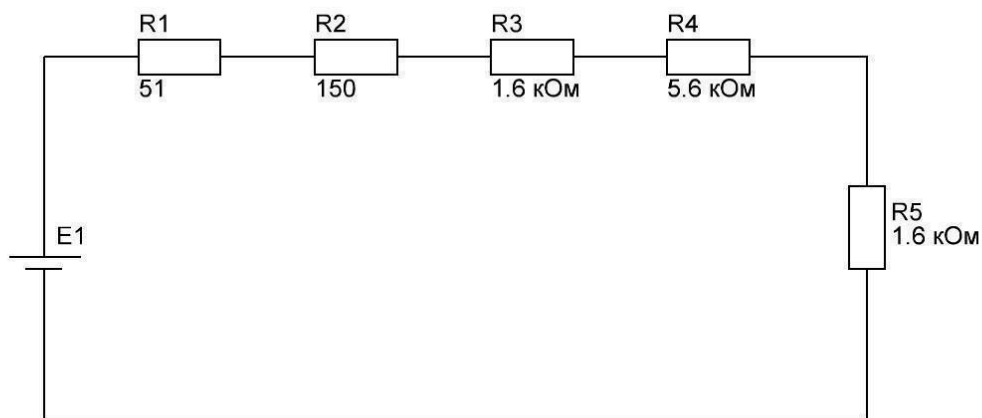

Рис. 1.8. Схема для вимірювання напруги
4. На макетній платі (додаток В) зібрати електричну схему (рис.1.8).